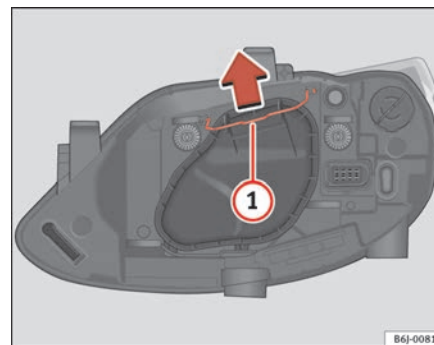

Fig. 151 Luz de
- Desplace el tirante ⇒ página 235, fig. 151 ① en el sentido de la flecha y saque la tapa.